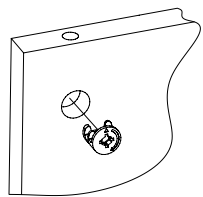

Рис.2
2. Вставить головки минификсов в соответствующие плоскостные отверстия дна 2, полки 5 (Рис. 2).